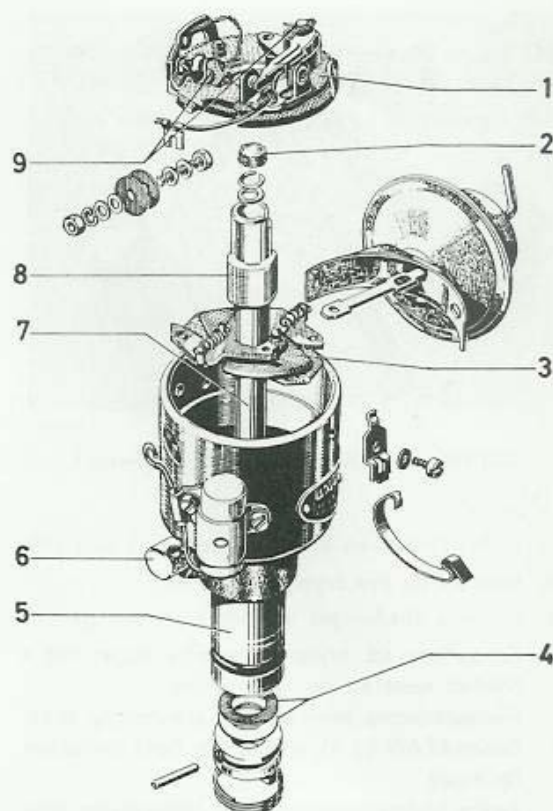

Bild 109. Smörjschema för fördelare
1. Smörj fördelardelarna enligt anvisningar på bild 109.
4. Smörj fördelaren enligt anvisning på bild 109.